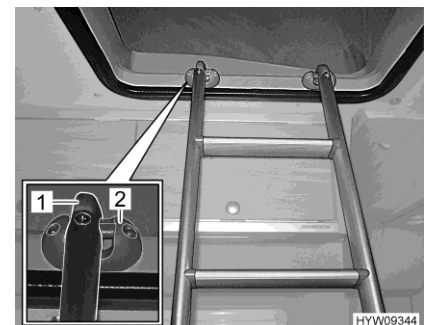

Bild 51 Stege (fasthakad)
- Haka fast stegen med båda byglarna (Bild 51,1) i klämmorna (Bild 51,2) på ramen till det uppfällbara taket.